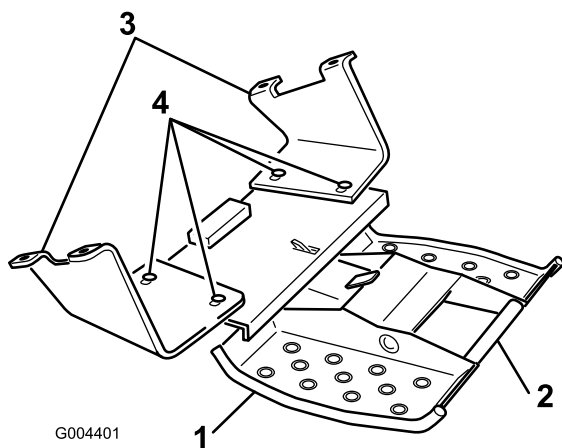

Figura 4
3. Tire hacia arriba del asa de la plataforma para extender la plataforma (Figura 4).